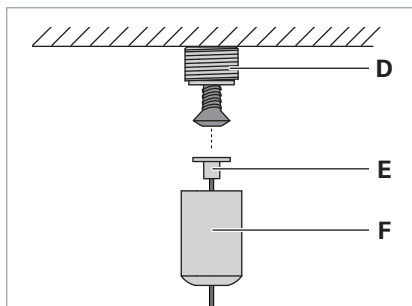

Fig. 7: Montaggio dell'elemento di fissaggio al soffitto.
- ▶ Avvitare al soffitto la filettatura **D** alla distanza **a** dalla lamiera di supporto montata in precedenza e utilizzando una vite adatta, vedi Tab. 2 e Fig. 7.